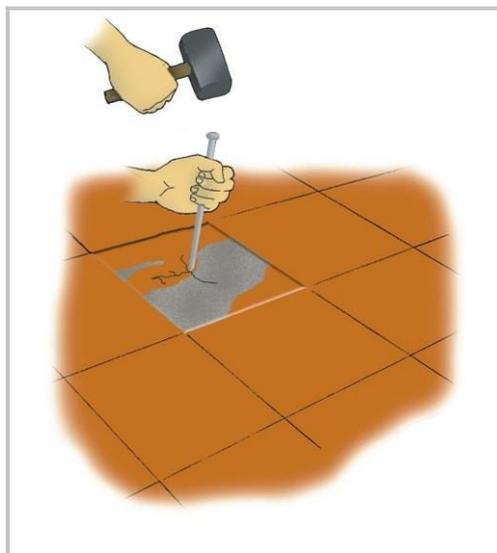

Fig. 1
2. Con la punta y la comba, rompa la loseta rota, suelta o defectuosa y retire los trozos. Para que no se rompan las losetas, cerámicos o mayólicas contiguas, empiece con pequeños golpes por el centro y siga por los lados de la pieza (Fig. 1).